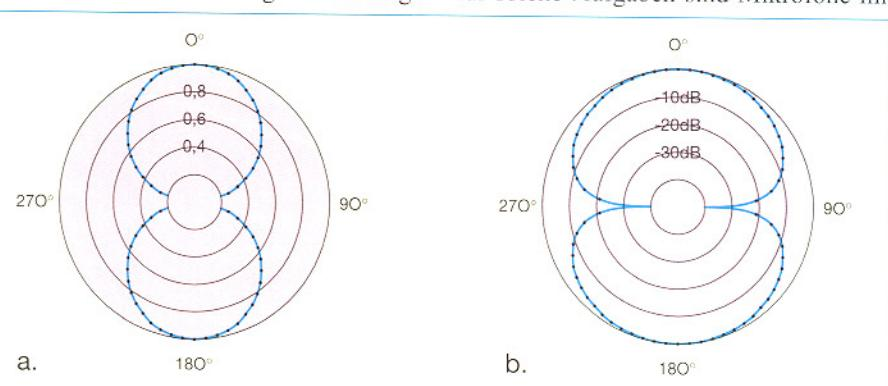
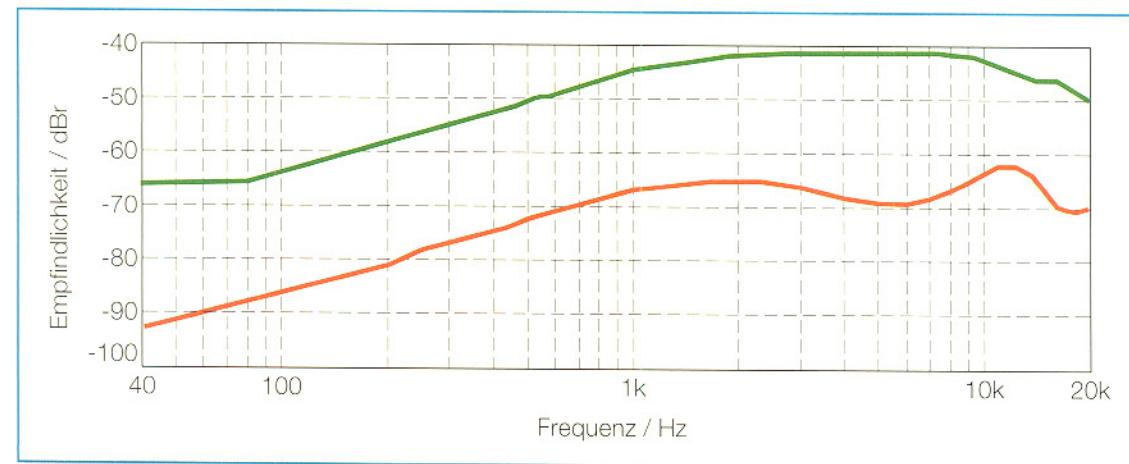
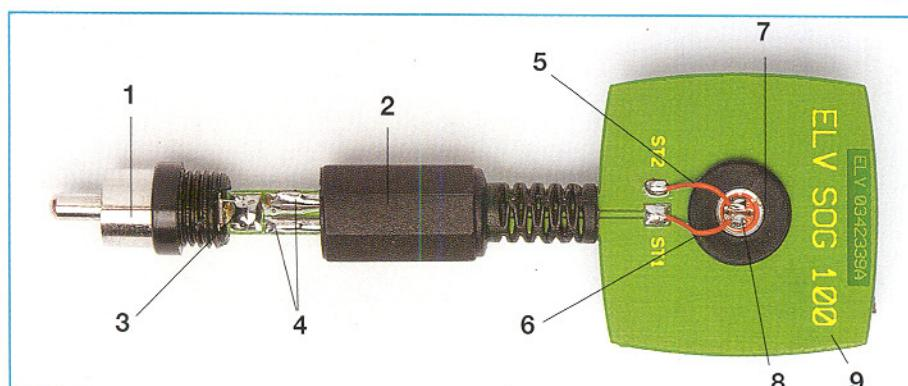

Bild 1: Achtercharakteristik im Polardiagramm mit linearer (a.) und mit logarithmischer (dB-)Teilung (b.).
Bild 4: Ansicht des Elektret-Mikrofones mit Achtercharakteristik vom Typ NB 27
Bild 9: Detailfoto der fertig aufgebauten Mikrofonplatine
einer so genannten Achtercharakteristik: ihre Richtcharakteristik hat die Gestalt der Ziffer „8“, siehe Abbildung 1 a. Beim Übertragen dieser Richtcharakteristik in ein logarithmisch geteiltes Polardiagramm ergibt sich dann die in Abbildung 1 b gezeigte Form. In dieser Darstellung fallen die beiden besonders scharf ausgeprägten Minima bei 90° und bei 270° auf. Diese sind es denn auch, die man zu sehr genauen Peilungszwecken ausnutzt. Die jeweils um 90° versetzten Maxima bei 0° und bei 180° haben dagegen einen so flachen Verlauf, dass sie für Peil- und Ortungszwecke völlig ungeeignet sind.
Wichtigstes Bauelement in der in Abbildung 7 dargestellten Schaltung des Schallortungsgerätes ist das Mikrofon MIC 1. Der hier eingesetzte Typ NB 27 besitzt die für diesen Anwendungsfall so wichtige bidirektionale Richtcharakteristik (vgl. Abbildung 1). Elektrisch gesehen, ist das Mikrofon ein normales Elektret-Mikrofon und benötigt für den Betrieb somit eine Spannungsversorgung. Dabei ist das Mikrofon intern so aufgebaut, dass Spannungsversorgung und Signalausgang über einen Anschluss-Pin erfolgen (Abbildung 4, Pin-Nr. 2). Als „Arbeitswiderstand“ für den mikrofoninternen Verstärker fungiert der Widerstand R 1. Das vom Mikrofon kommende NF-Signal gelangt dann über C 1 kapazitiv entkoppelt auf
zuvor das Mikrofon so gedreht werden, dass sich der GND-Anschluss (Abbildung 4, Pin Nr. 1) oberhalb der Lötfläche ST 2 befindet. Mit zwei 12 mm langen Feindrähten (0,3 mm Durchmesser), die auf beiden Seiten ca. 1 mm abisoliert werden, erfolgt die Verbindung zwischen den Mikrofonanschlüssen und den zugehörigen Lötspuren. Der Masseanschluss des Mikrofones (Abbildung 4, Pin Nr. 1) ist an ST 2 anzulöten (Abbildung 9 [5]), der Signalanschluss (Abbildung 4, Pin Nr. 2) wird mit ST 1 verbunden (Abbildung 9 [6]). Beim Löten ist besondere Vorsicht geboten, zu langes bzw. zu heißes Löten am Mikrofon ist zu vermeiden.
Im ersten Schritt erfolgt die Montage des Mikrofones. Die Abbildung 9 zeigt Details zum Aufbau der Platine. Zunächst wird die Montagetülle (7) in die Bohrung der Platine (9) eingesetzt. Der Tüllen kommt hier eine besondere Bedeutung zu: Sie muss für einen stabilen Halt des Mikrofones sorgen, gleichzeitig aber recht flexibel sein, um den vom Gehäuse des Basisgerätes kommenden Körperschall zu absorbieren.